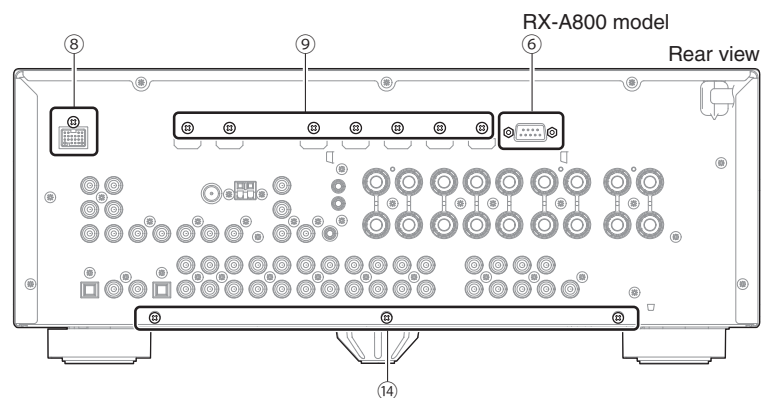

Fig. 3
3. Removal of DIGITAL (3) P.C.B. (RX-A800 model)
- Remove 2 jack screws (⑥). (Fig. 3)
- Remove screw (⑧) and 7 screws (⑨). (Fig. 3)
4. DIGITAL (1) P.C.B. の外し方
- ⑧ のネジ 1 本、⑨ のネジ 7 本を外します。 (Fig. 3)
- Remove 3 screws (⑭). (Fig. 3)
- ⑭ のネジ 3 本を外します。(Fig. 3)
- d. Remove 3 screws (⑭). (Fig. 3)
- d. ⑭ のネジ 3 本を外します。 (Fig. 3)